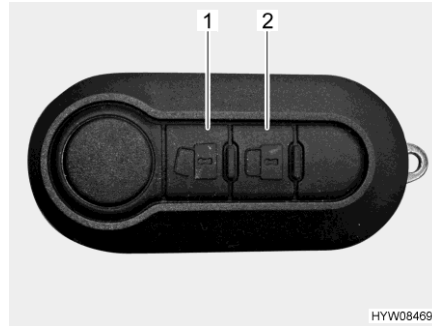

Fig. 32 Télécommande (verrouillage centralisé)
- Appuyer une fois brièvement sur la touche  (Fig. 32,1). Les serrures de porte sont déverrouillées. Le bouton de sécurité ressort automatiquement.
- Appuyer une fois brièvement sur la touche  (Fig. 32,2). Les serrures de porte sont verrouillées. Une fois toutes les serrures verrouillées, une confirmation est donnée par l'indicateur de direction du véhicule.